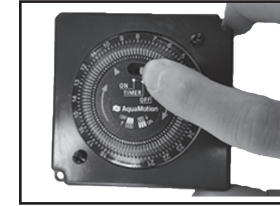

Fig. 2
4. El interruptor de anulación tiene 3 posiciones. (Fig. 2) La posición "I" indica que la bomba funcionará continuamente (24 horas al día); la posición junto al símbolo de reloj, que la bomba seguirá las configuraciones de las solapas. La "O" indica que la bomba está en posición OFF (no está funcionando).